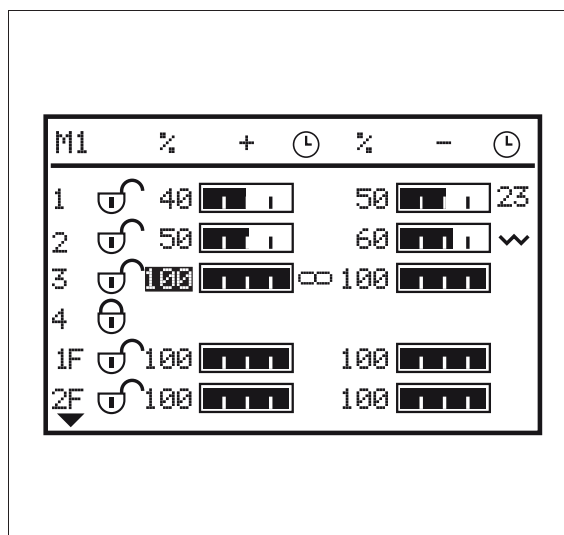

Fig. 23.
- En *fig. 23*, el segundo distribuidor trasero está en posición flotante.